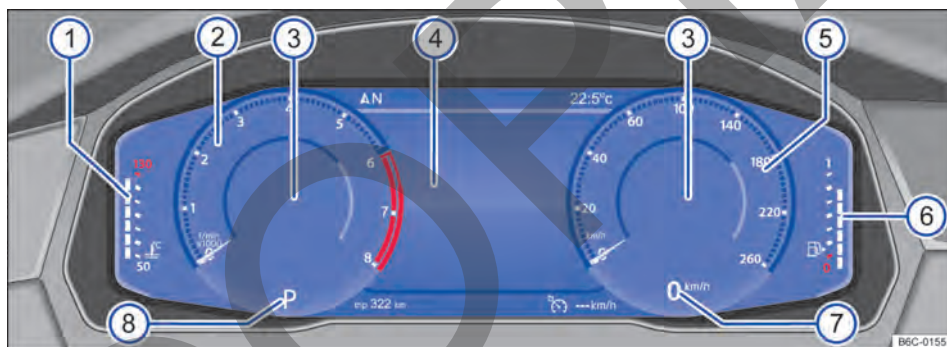

Fig. 10 Active Info Display en el panel de instrumentos.
Explicaciones sobre los instrumentos → fig. 10:
Dependiendo del perfil de información seleccionado, el Active Info Display muestra informaciones adicionales en el centro de instrumentos redondos → fig. 10③. Los siguientes perfiles de información pueden ser seleccionados:
Dependiendo del perfil de información seleccionado, el Active Info Display muestra información adicional en el centro de instrumentos → fig. 10③. Los siguientes perfiles de información pueden ser seleccionados: